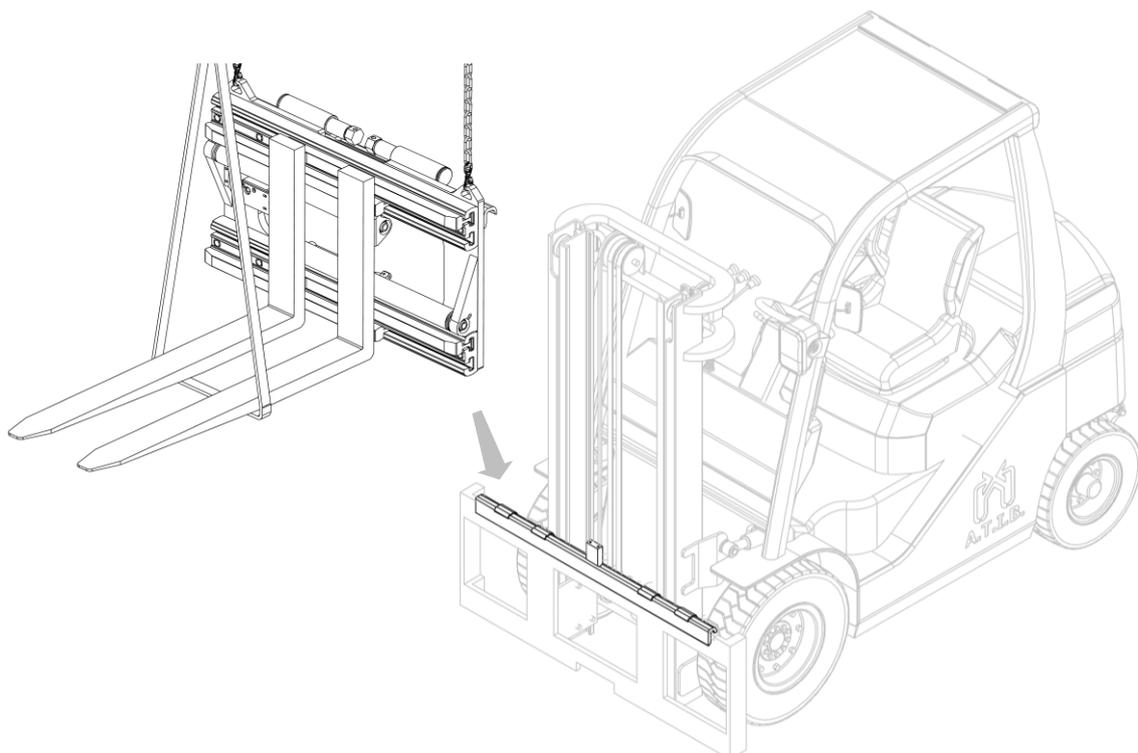

Abbildung 7
7. Positionieren Sie das Anbaugerät mittels eines Laufkrans oder eines Hebezeugs mit ausreichender Tragkraft auf dem Gleitprofil. Bitte auf die richtige Positionierung des Anbaugeräts achten (siehe *Abbildung 7*).